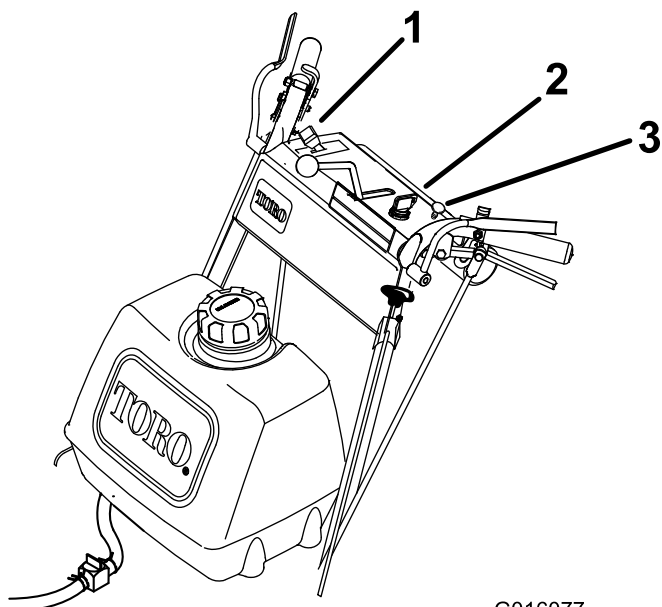

Figura 9
11. Spingere la manopola dello starter nella posizione originale quando il motore inizia a scaldarsi (Figura 9).
2. Portare la leva dell'acceleratore in posizione Slow (Figura 9).